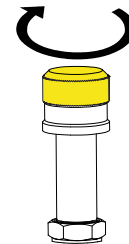

Bild 3-6. Installation des Handablass-Stellantriebs für Mast
- a. Stellantrieb auf dem Hydraulikventil des Zylinders einbauen (Siehe Bild 3-6).